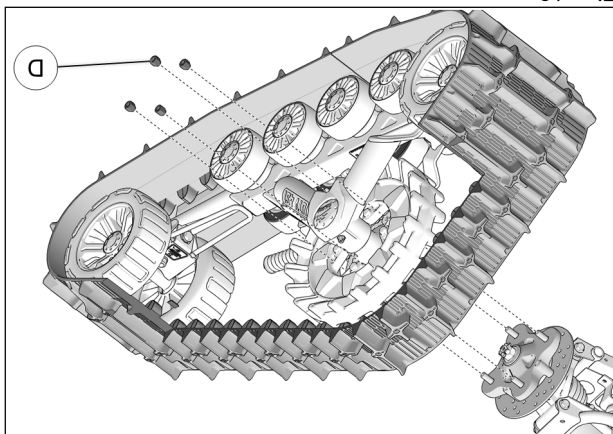

Fig. 10
10. Fixer le système de traction au moyen de roue arrière. Utiliser les écrous de roue (D) fournis. Voir la Fig. 10